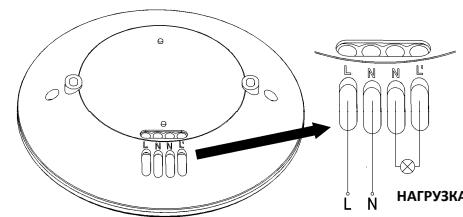

Рис.3
- Несоответствие параметрам питающей сети, а также типу, мощности и схеме подключаемой нагрузки (см. таблицу «Технические характеристики» и электрическую схему подключения рис. 3), может привести к выходу датчика из строя и лишению гарантии.
- Подключите нагрузку (светильники) к датчику согласно электрической схеме рис.3.